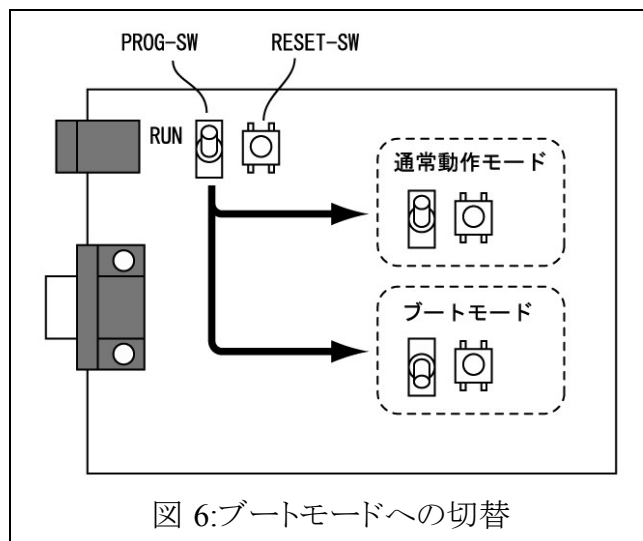

図 6:ブートモードへの切替
- ① H8/3664,3694 モジュールを搭載した LED 電光掲示板ボードと Windows マシンを RS232C 9 ピン・ストレート オス-メスのケーブルで接続します。
- ② LED 電光掲示板ボードに電源を接続し、PROG-SW を下側に倒し、RESET-SW を押してブートモードにします。(図 6 参照)
- ③ Windows で DOS 窓あるいはコマンドプロンプトを開き、hterm を起動します。